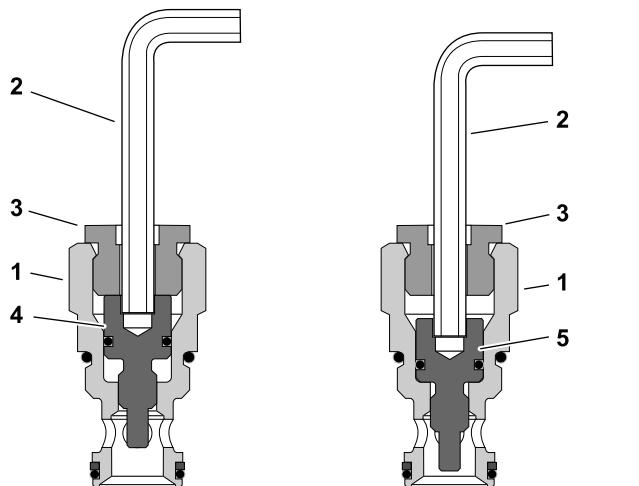

図 64
3. 六角レンチ6 mmをプラグアセンブリに差し込んで最後まで右回しすると、プランジャがバイパス位置にセットされる図 64を参照。この作業を全部のプラグアセンブリ4 個について行う。